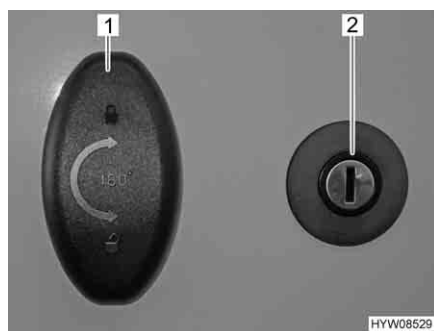

Fig. 50 Serratura della porta del garage
*Apertura:* ■ Inserire la chiave nel cilindro della serratura (Fig. 50,2) e ruotare in senso orario. La chiusura centralizzata è sbloccata.
■ Girare la maniglia della serratura (Fig. 50,1) in senso antiorario di un mezzo giro e aprire la porta del garage.
■ Girare la maniglia della serratura (Fig. 50,1) in senso antiorario di un mezzo giro.
■ Inserire la chiave nel cilindro della serratura (Fig. 50,2) e ruotare in senso antiorario. La chiusura centralizzata è bloccata.